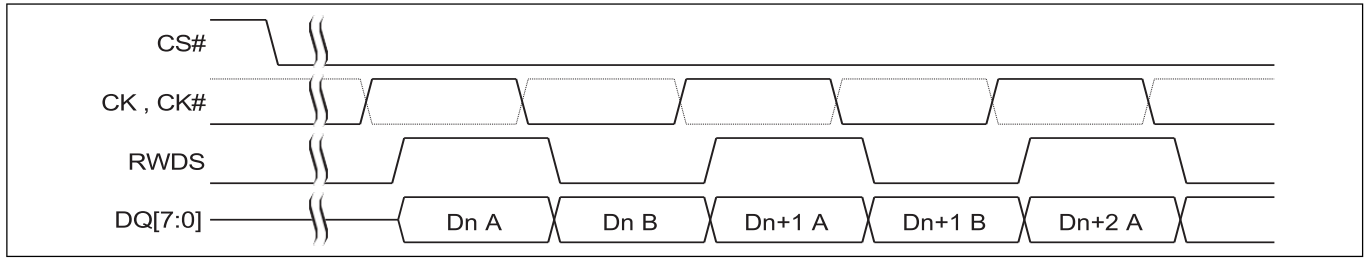

图 7 读取传输期间的数据放置^[11 - 15]
11. 图7 显示了 HYPERBUS™ 上的读取传输的一部分。差分时钟的 CK# 以虚线波形显示。